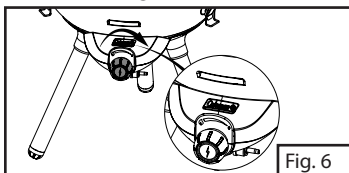

Fig. 6
1. Cierre la perilla de control firmemente girándola hacia la derecha. (Fig. 6)